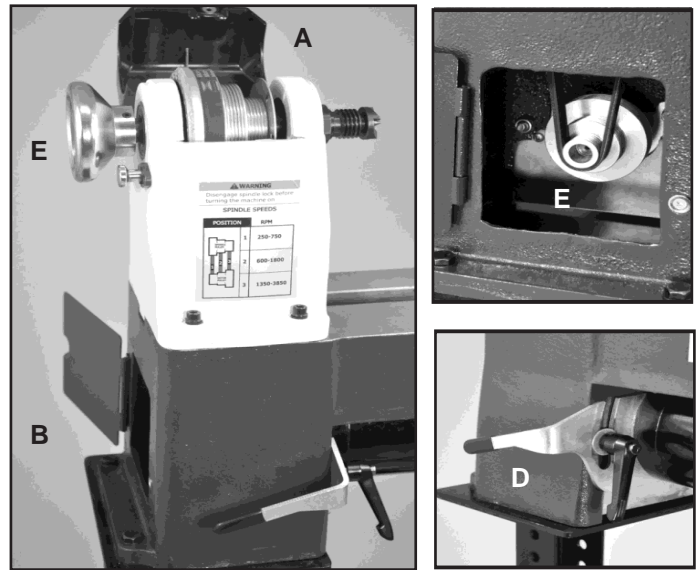
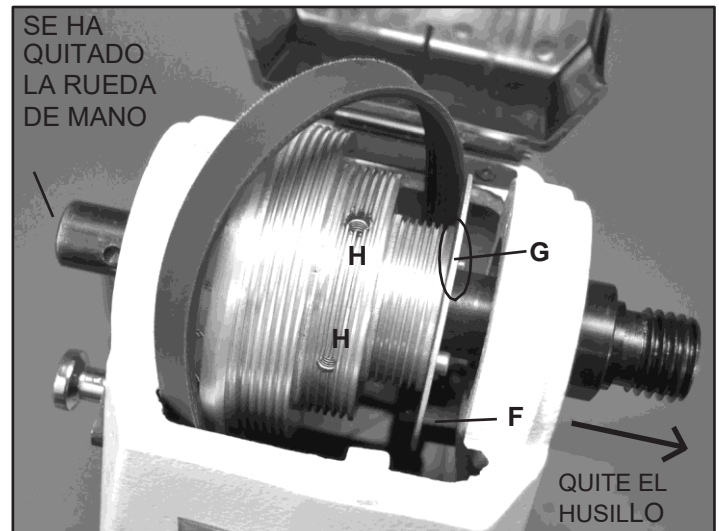

FIG. 10
FIG. 11
3. Abra el Cobertor del cabezal fijo (#35, FIG. 10, A) y el lado izquierdo, Puerta cobertora de la bancada (#8, B) para acceder a la correa y las poleas que se encuentran dentro del cabezal fijo.
6. Afloje los dos (2) Tornillos prisioneros (#40) que acoplan la Rueda de mano (#41, E) al husillo, y quite la Rueda de mano.
7. Quite los dos tornillos de estrella avellanados (#33B) que sostienen el Lector de RPM y los montajes de Soporte (#49, 48, 48A-F), que se encuentran debajo de la Placa segmentada de la polea del husillo (#53, G). El Lector de RPM se bajará dentro del cabezal fijo, a una distancia segura de la polea del husillo. FIG. 11. Véase la Diagrama de partes en la página 18.
8. Quite los Tornillos prisioneros (#51, H) que fijan la Polea del husillo al husillo. La polea debe quedar suelta en el husillo. **NOTA:** Hay dos (2) tornillos prisioneros, uno encima del otro, en cada uno de los dos (2) orificios roscados. Este apilamiento evita que los tornillos prisioneros se aflojen durante el uso.